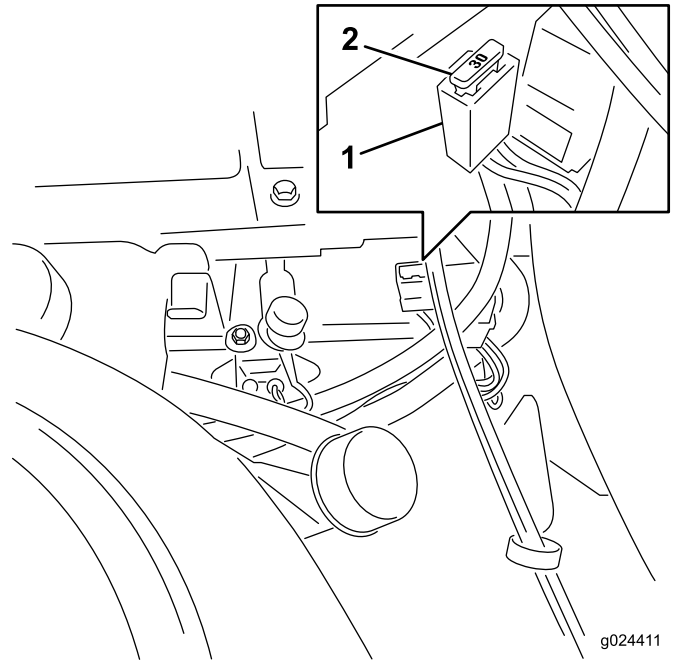

Figure 54
**Remarque:** Les fusibles sont situés sur la console droite, près du siège (Figure 54).
1. Pour remplacer le fusible principal, tirez-le bien droit hors du porte-fusibles (Figure 54).
4. Placez un fusible devant l'emplacement dans le porte-fusibles (Figure 54).
5. Poussez le fusible dans le porte-fusibles jusqu'à ce qu'il soit complètement engagé (Figure 54).